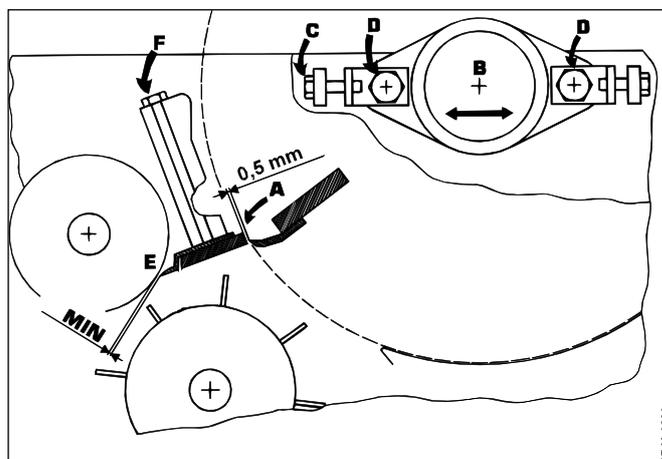
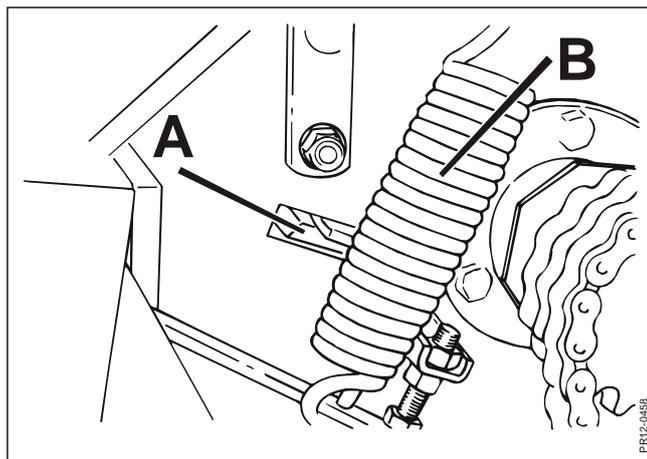

Fig. 4-10
Fig. 4-11
**Fig. 4-10** Se debe comprobar regularmente la distancia **A** entre las hojas del rotor y la contracuchilla con el calibrador suministrado (dispositivo de medición de distancia). La distancia debería ser de 0,5 mm. Si es necesario ajustar la distancia, suelte los 2 alojamientos de los rodamientos **B** y ajústela con los tornillos **C**. Cuando haya comprobado la distancia, debe apretar los pernos **D** de los alojamientos de los rodamientos con una llave dinamométrica a 27 kgm (270 Nm).
**Fig. 4-11** El rascador se desmonta mediante la extracción de los tornillos **F** (en la fig. 4-10), lo que también fija la contracuchilla. A continuación se pueden extraer el rascador y la contracuchilla de la apertura **A** de la carcasa del rotor. Para conseguir el espacio suficiente, se debe soltar o desmontar el muelle **B** del rodillo dentado. Si la contracuchilla se desgasta, se le puede dar la vuelta para obtener un nuevo borde afilado.
Compruebe la zona tras ocho horas de funcionamiento y retire cualquier posible residuo. Compruebe, y si es necesario ajuste, la distancia entre el rascador y el rodillo liso, consulte la fig. 4-10. Se puede reducir la frecuencia de comprobación una vez que el operario conoce el funcionamiento de la máquina en todas las condiciones posibles.